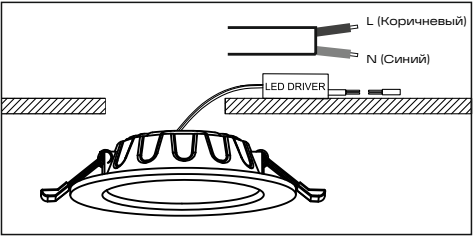

Рис. 2
- 5.11 Выполните электрическое подключение осветительного прибора согласно рис.2.